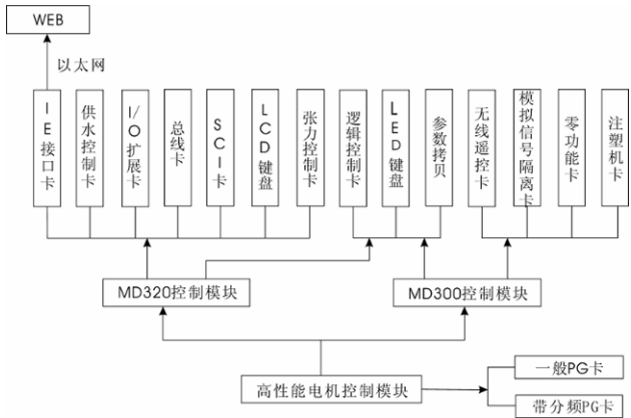

图 2 MD系列变频器模块结构示意图
- 2:它首创了将用户需求进行电机驱动、通用功能和专用功能等主模块及各种子模块划分的物理标准，如图2所示；
3) MD系列变频器的顶层模块是行业专用模块,这是给行业专用需求提供的解决平台,客户可以使用现有的解决方案,也可以根据自身要求,进行二次开发。这些顶层子模块如图2所示: